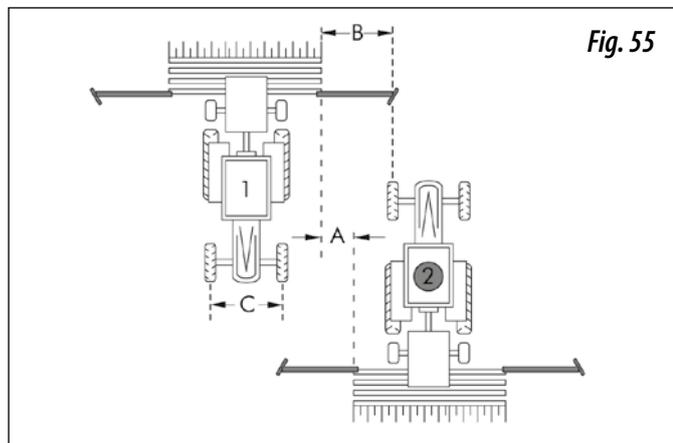

Fig. 55
- b. Con el bulón inferior (2, fig. 55) controlaremos le penetración del rodillo en el suelo y además deberá fijarse para el transporte.
Para calcular la distancia horizontal ENTRE EL DISCO DEL TRAZADOR Y LA REJA MÁS EXTERIOR (B, Fig. 55), aplicar la siguiente fórmula:
LA DISTANCIA **B** CALCULADA CON LA FÓRMULA ANTERIOR, ES LA LONGITUD DE AJUSTE HASTA EL CENTRO DE LA RUEDA IZQUIERDA DEL TRACTOR (FIG. 55).